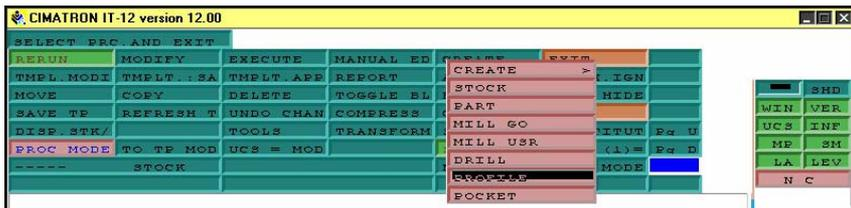

Рисунок 31
22. Создание профиля. В окне менеджера выбираем CREATE>>PROFILE (рис.31)